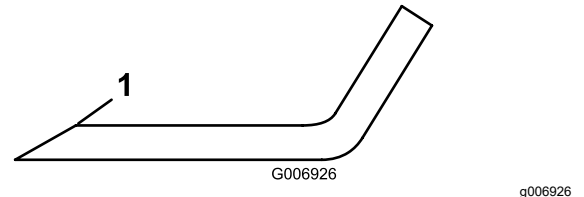

图 75
4. 检查所有刀片的刀刃。如果刀刃变钝或出现裂口则应打磨刀刃只打磨刀刃的边缘保持最初的切割角度以保证锋利度 (图 75)。